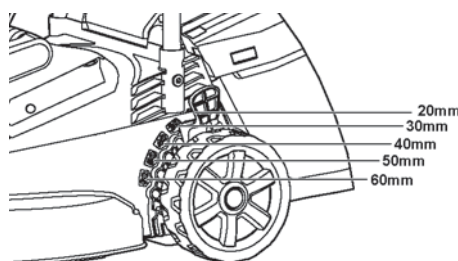

Fig.10
- > Mettez la manette de réglage de hauteur (15) sur le cran correspondant à la hauteur souhaitée. (Fig.10)